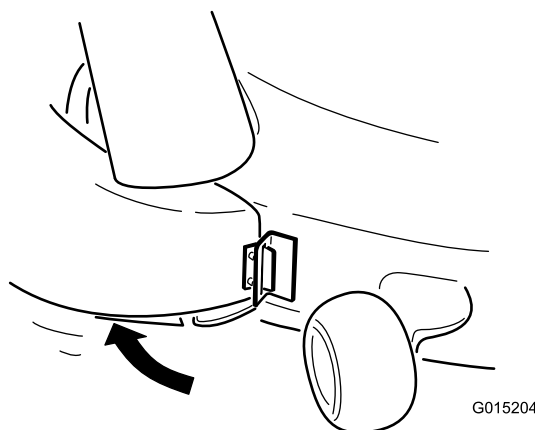

Figura 12
2. Girate indietro la guida di scarico verso il piatto di taglio in modo che sia a paro con quest'ultimo (Figura 12).